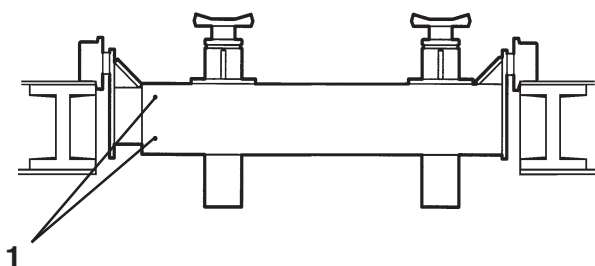

Fig. 5
Con riferimento alla **Fig. 5** installare le traverse **KP118-KP118P** all'interno della fossa agendo nel modo seguente:
- calare la traversa posizionando gli appoggi sui bordi della fossa, verificarne lo scorrimento ed avvitare le viti ad esagono incassato **1 (Fig.5) senza bloccarle completamente**;
Referring to **Fig. 5**, install wheel free jacks **KP118-KP118P** into the pit as follows:
- position supports on pit edges and let jack come down. Check for proper sliding and tighten Allen screws **1 (Fig. 5) without locking them fully**;
Unter Bezugnahme auf die **Abb. 5** die Heber **KP118-KP118P** wie in Folge beschrieben auf den Grube montieren:
- Den Heber absenken und die Auflagen am Rand der Grube ausrichten, dabei die Gleitfunktion prüfen und die Inbusschrauben **1 (Abb. 5)** anschrauben ohne sie jedoch vollständig anzuziehen.
Se référant à la **Fig. 5**, installer les traverses **KP118-KP118P** à l'intérieur de la fosse en suivant les marches ci-dessous :
- Baisser la traverse en positionnant les appuis sur les bords de la fosse, en vérifier le glissement et visser les vis à tête hexagonale enfoncée **1 (Fig. 5) sans les bloquer complètement**.
Con relación a la **Fig. 5**, instalar los travesaños **KP118-KP118P** en el interior del foso efectuando las operaciones siguientes:
- Bajar la traviesa colocando los apoyos en los bordes del foso, comprobar el deslizamiento y atornillar los tornillos de cabeza hexagonal hueca **1 (Fig. 5) sin ajustarlos a tope**.
- eseguire il primo sollevamento a pieno carico (con auto sulla traversa) quindi bloccare completamente le viti ad esagono incassato **1 (Fig.5)** per fissare la parte sfilabile della traversa.
- First lift the jack with full load (with a car on the jack), then fully lock Allen screws **1 (Fig. 5)** to secure the section that can be pulled out of the jack.
- Einen ersten Hebeversuch unter Vollbelastung (Auto auf dem Heber) fahren, dann die Inbusschrauben **1 (Abb. 5)** vollständig anziehen und so den herausziehbaren Teil des Hebers befestigen.
- Effectuer le premier levage à pleine charge (la voiture sur la traverse), puis bloquer complètement les vis à six-pans **1 (Fig. 5)** pour fixer la partie amovible de la traverse.
- Proceder con el primer levantamiento a plena carga (con vehículo en la traviesa), bloquear completamente los tornillos de cabeza hexagonal hueca **1 (Fig. 5)** para sujetar la parte extraíble de la traviesa.